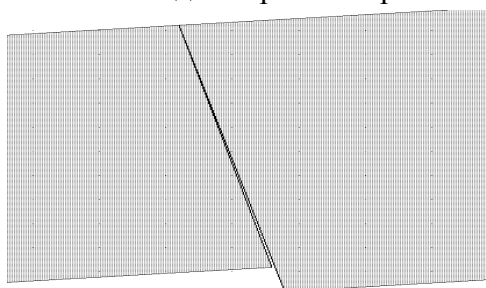
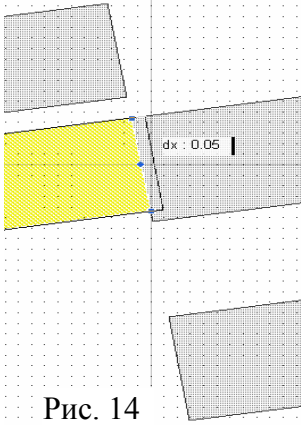

Рис. 13
Рис. 14
7. Резонаторы фильтра состоят из двух четверть-волновых отрезков линии, имеющих разную ширину. Поэтому при повороте топологии фильтра между этими резонаторами могли образоваться зазоры. Выделите в большом масштабе одно из соединений отрезков резонатора (рис. 13). Видно, что небольшой зазор действительно образовался. Чтобы его устранить, дважды щёлкните по отрезку меньшей ширины и сдвиньте его сторону на небольшое расстояние так, чтобы отрезки перекрывались (рис. 14).